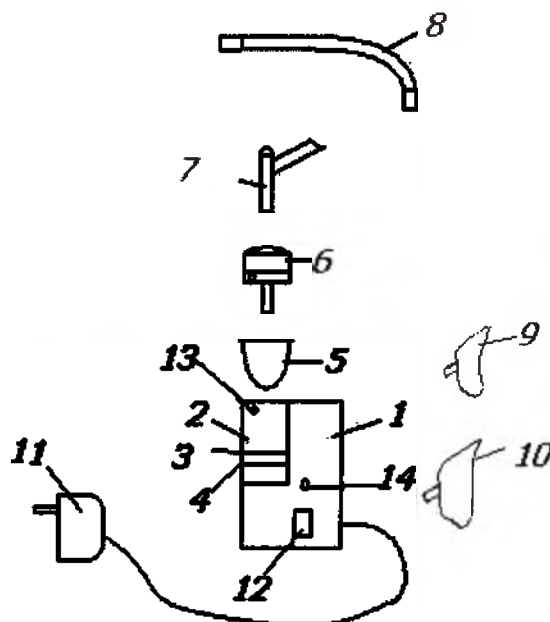

Рис. 1 Конструкция ингалятора
1. Поместите штекер адаптера в сетевой разъем, находящийся в нижней части ингалятора (рис.1), установите ингалятор на ровную горизонтальную поверхность.